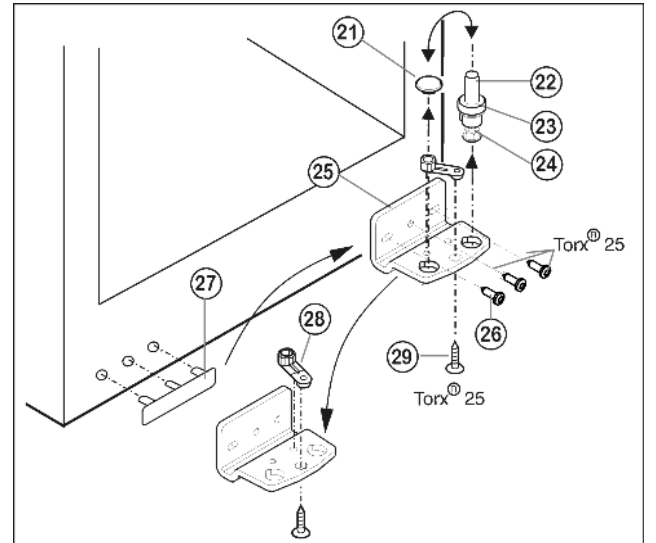

Fig. 12
- Yatak civatasını Fig. 12 (22) tamamen, disk Fig. 12 (23) ve ayakla Fig. 12 (24) yukarı doğru çekip çıkartın.
- Tapayı Fig. 12 (21) kaldırın.
- Yatak mesnedini *Fig. 12 (25)* sökün *Fig. 12 (26)*.
- Yatak parçasını *Fig. 12 (28)* sökün *Fig. 12 (29)* ve karşısındaki yatak mesnedinin giriş deliğine göre ayarlayıp tekrar sıkıca vidalayın.
- Kol tarafında bulunan kapağı *Fig. 12 (27)* dikkatli bir şekilde kaldırın ve karşı tarafa ayarlayın.
- Yatak mesnedini *Fig. 12 (25)* gerekirse elektrikli bir tornavida yardımıyla yeni menteşe tarafına (**4 Nm ile**) tekrar sıkıca vidalayın.
- Tapaları *Fig. 12 (21)* tekrar diğer deliğe yerleştirin.
- Yuva civatası *Fig. 12 (22)* tekrar komple disk ve ayar ayağıyla birlikte yerleştirin. Burada yerleşme kamının arkaya dönük olmadığından emin olun.
- Kapıyı üstten alt yuva civatalarına *Fig. 12 (22)* takın.